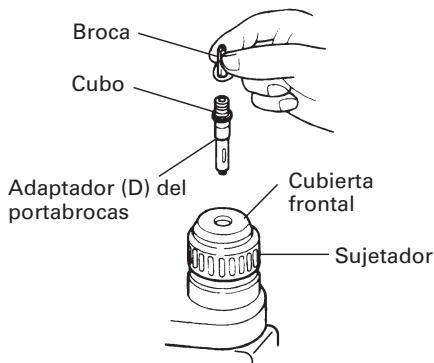

Fig. 10
4. Cuando coloque tornillos para metal (Fig. 10)
- No intente emplear la perforadora de percusión en la función de rotación y golpeteo con el adaptador de portabroca (D) y la broca instalados.
5. Atornillando tornillos para madera (Fig. 10)**(1) Escoger una broca destornillador apropiada**